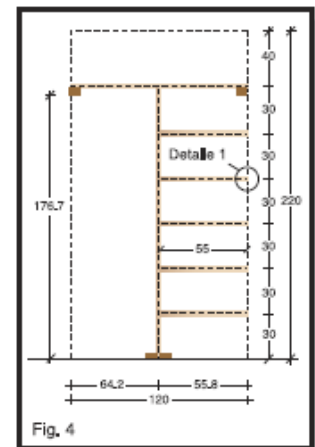

Fig. 4
3. Instale la pieza A5 en los laterales del vano; disponga para ello de tarugos y tornillos de 4,5 x 40 mm. Ubique el eje longitudinal de la pieza A5 a 176,7 cm del suelo (fig. 4), ésta y el vertical soportará a la pieza A2.